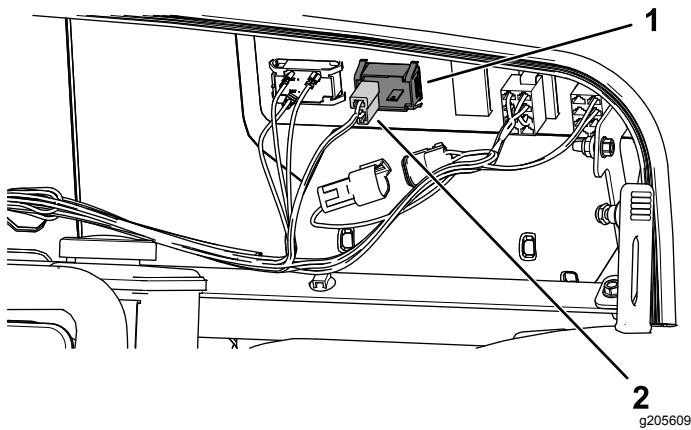
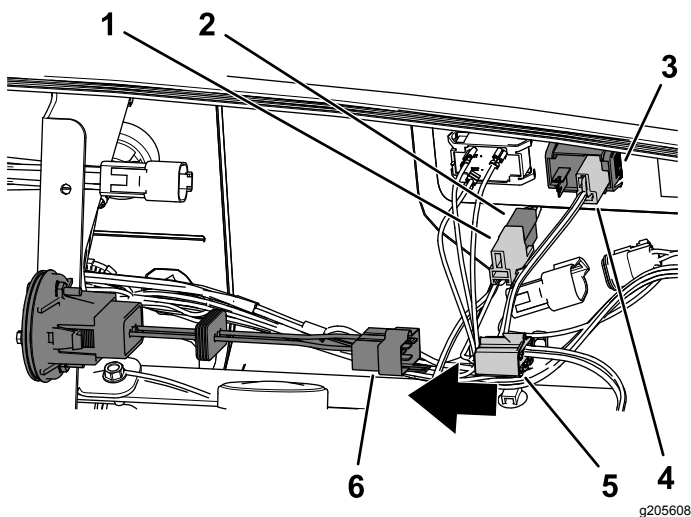

Bild 4
Bild 5
1. Schließen Sie den vorhandenen 2-Buchsen-Stecker vom vorhandenen Betriebsstundenzähler ab und stecken ihn in den 2-Stift-Stecker am Kabelbaum des Betriebsstundenzählers (Bild 4 und Bild 5).
- Schließen Sie den 2-Buchsen-Stecker am Kabelbaum des drahtlosen Betriebsstundenzählers am vorhandenen Betriebsstundenzähler an (Bild 5).
- Schließen Sie den 6-Buchsen-Stecker am neuen drahtlosen Betriebsstundenzähler an (Bild 5).